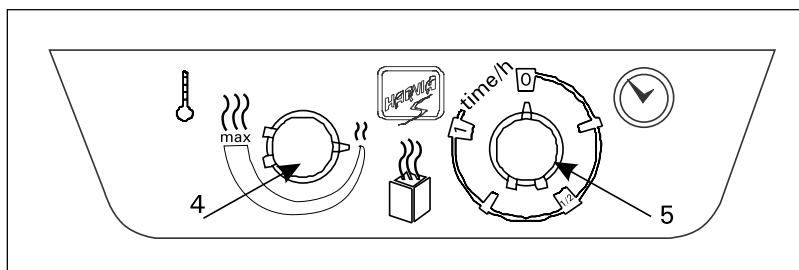

рис. 4. Панель управления
При открытии крышки (1) и воздушного клапана (2) каменки теплый воздух, прошедший между горячими камнями (ок. 310°C) и нагревательными элементами, начинает нагревать парильню. **Для поддержания выработанной в период минимального нагрева тепловой энергии под воздействием потоков воздуха и охлаждающего влияния воды необходимо включить мощность каменки с помощью таймера (5).** Таймер включает каменку на один час. См. рис. 4.